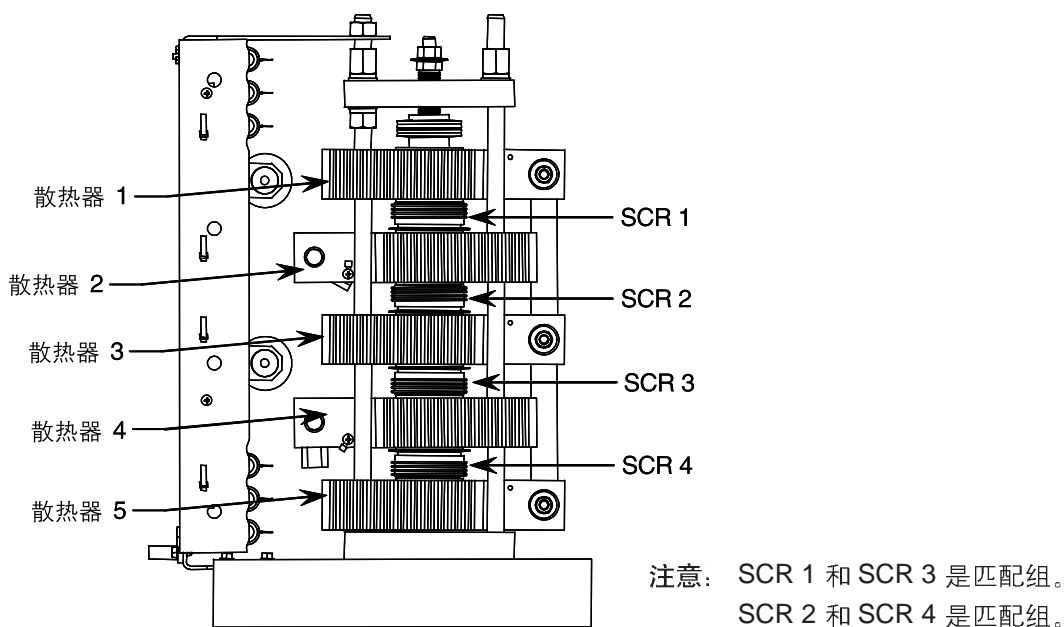

图9.8-硅堆(一相)•3300/4160V, 180/360A
1. 移去短接条。测量相邻散热器之间的电阻，确定哪个SCR短路了。含有四个或六个SCR的组件必须使用匹配组。参阅图9.8和9.14确定匹配组的位置。如果一组的SCR短路，则模块中的所有SCR都必须更换。对于正常运行的SCR，则其阳极与阴极之间的阻值超过100K欧姆，门极与阴极之间的阻值超过10-40欧姆。